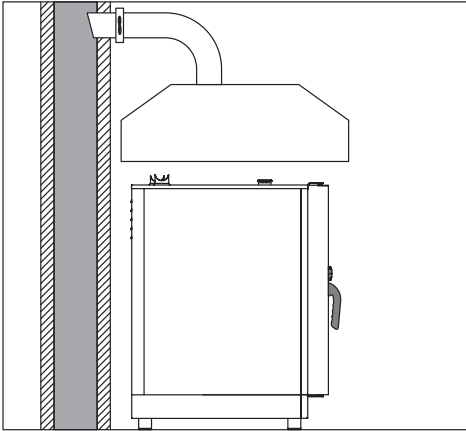

fig. 13
- d) la readmisión de los gases al aparato sólo se debe poder hacer manualmente (**fig. 13**).